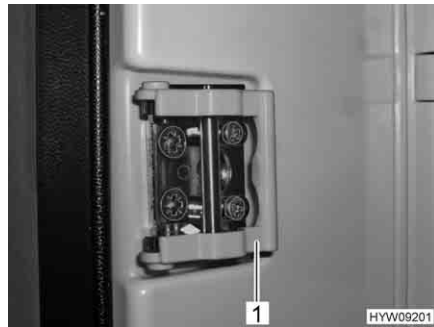
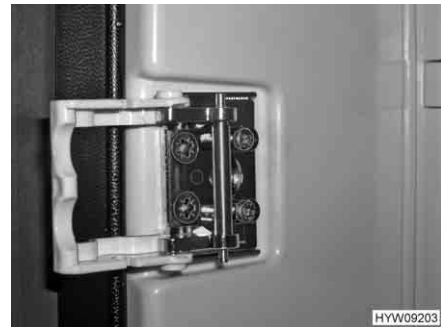

Fig. 155 Dispositivo di chiusura (posizione normale) (alternativa)
Fig. 156 Dispositivo di chiusura (posizione di ricircolo d'aria) (alternativa)
- Ruotare la staffa (Fig. 153,1 o Fig. 155,1) in avanti (Fig. 154 o Fig. 156).
A seconda del modello, il frigorifero può essere dotato anche di un dispositivo di chiusura, come quello illustrato in Fig. 155 e Fig. 156.